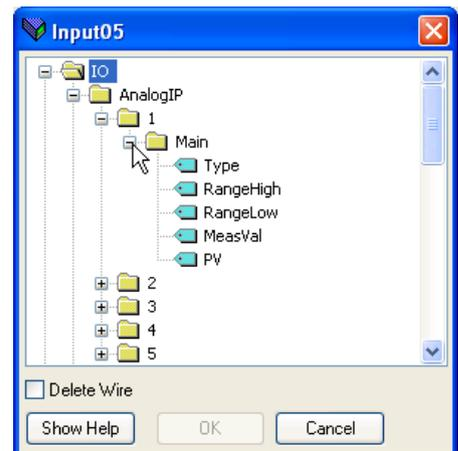

Figure 7.5b Fenêtre de navigation
1. Double cliquer sur la position suivante disponible dans le tableau des données d'entrées et de sorties et sélectionner la variable à lui assigner. Une fenêtre surgissante (figure 7.5b) sert de fenêtre de navigation dans laquelle une liste de paramètres peut être ouverte.